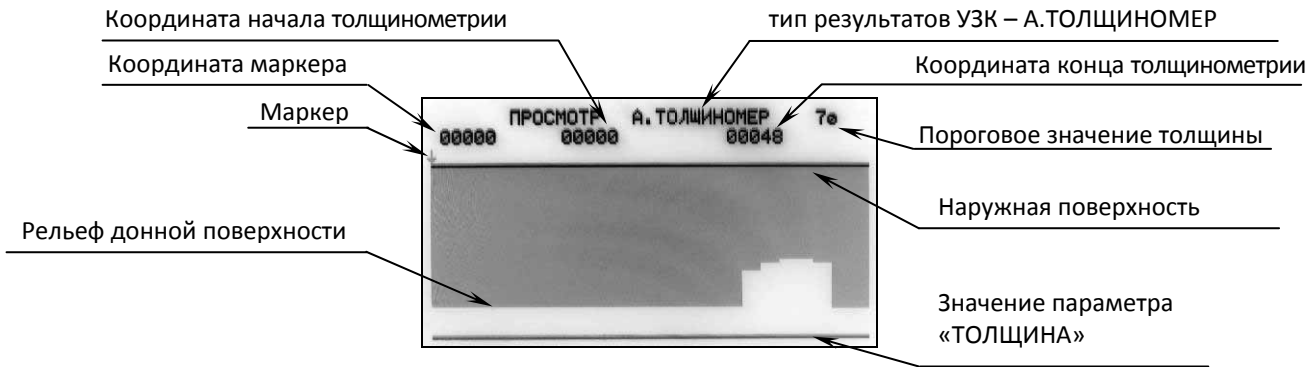
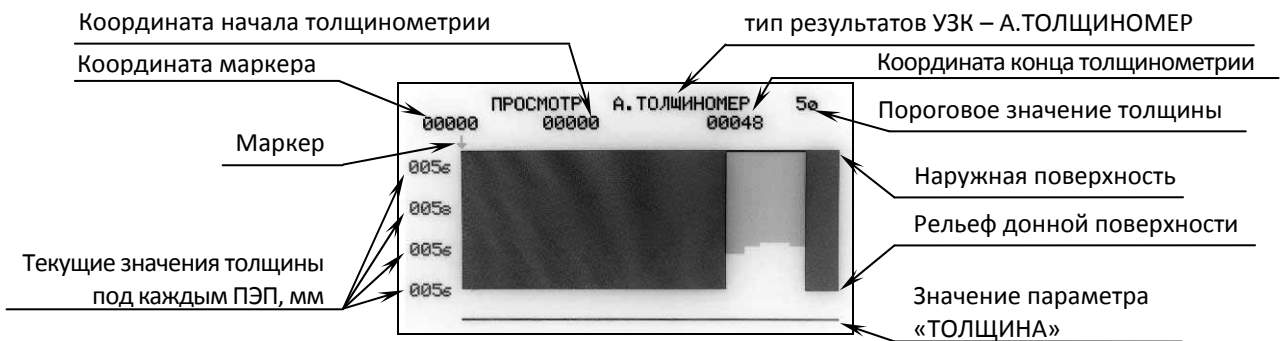

Рисунок 44 - Просмотр результатов А.ТОЛЩИНОМЕТРИИ
Рисунок 45 - Просмотр результатов А.ТОЛЩИНОМЕТРИИ
5.6.2.4 Для просмотра выбранного результата необходимо нажать клавишу «Enter», при этом появится общая картинка **всего** проконтролированного участка с рельефом донной поверхности (см. рисунок 44).
5.6.2.6 Для подробной расшифровки результатов толщинометрии необходимо нажать клавишу « 9 » (см. рисунок 45). На экране появится фрагмент проконтролированного участка, длина которого не превышает 128 мм, а в левой части экрана отобразятся текущие значения толщин под ПЭП № 1, 2, 3, 4 в месте, на которое указывает маркер.
любым ПЭП равна или меньше введённого порогового значения. Включение фильтрации происходит при нажатии клавиши « 1 ». После ввода порогового значения толщины нажать клавишу « Enter ». При представлении результатов в графическом виде (см. рисунок 44 и рисунок 45) участки с недопустимой толщиной будут окрашены красным цветом, с допустимой толщиной – зелёным. При представлении результатов в виде построчной таблицы (см. рисунок 47) на экране будут представлены выбранные данные с указанием координат и значений толщин, в которых есть хотя бы одно значение толщины равное или менее введённого порогового значения.